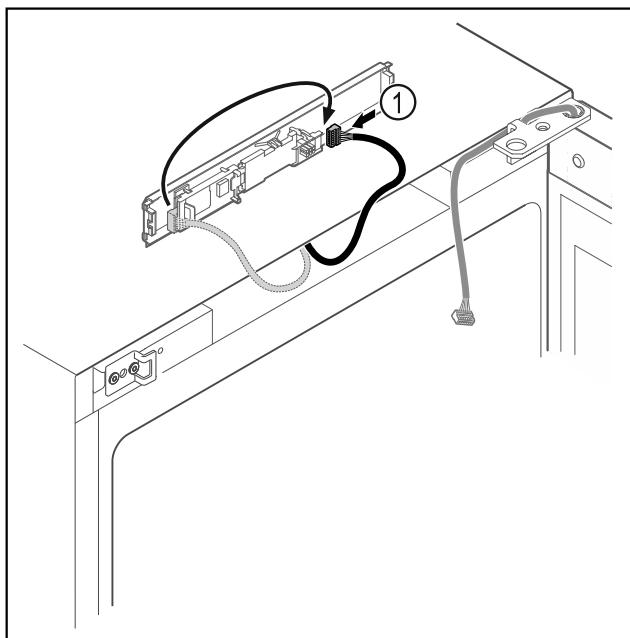

Fig. 17
- Pārsraudiet spraudni Fig. 17 (1) uz shēmas plati.